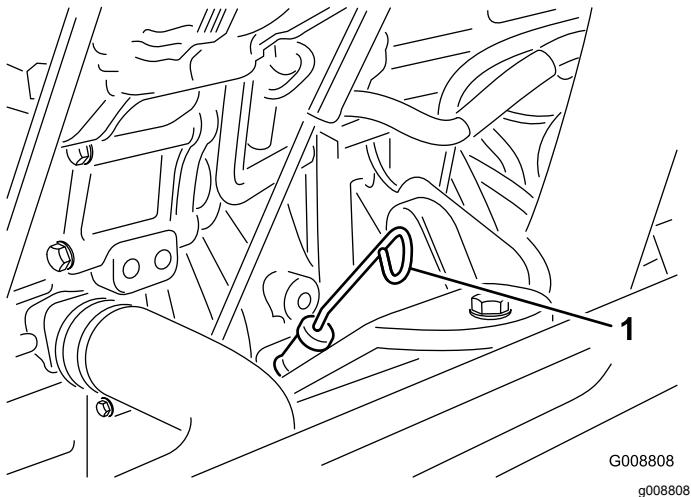

**Bild 32**
2. Lösen Sie die Motorhaubenriegel und öffnen Sie die Motorhaube (Bild 32).